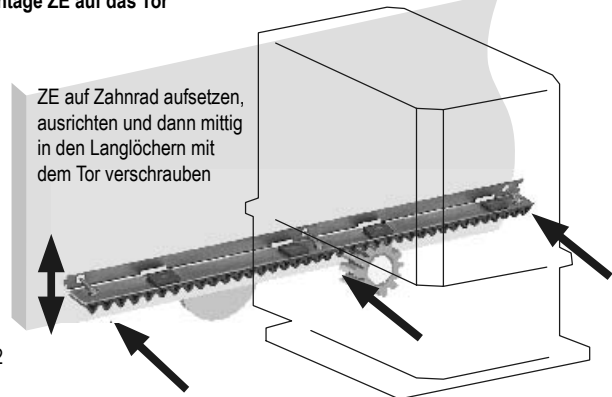
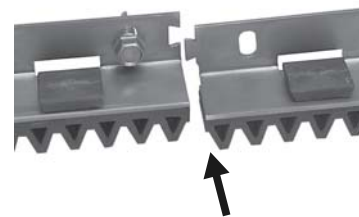

Abb. 2
Abb. 3
- Dann das 1. ZE auf das Zahnrad des Antriebes aufsetzen und parallel zur unteren Tor-kante ausrichten (ev. mit Schraubzwinde fixieren). Ist das ZE ausgerichtet, so wird es mit dem Tor derart verschraubt, dass die Schrauben ca. mittig in den Längs-schlitz-en sitzen, um ein nachträgliches Justieren zu ermöglichen. (Abb. 2)
- Anschließend das nächste ZE an dem bereits am Tor fixierten ZE verbinden. (Abb. 3)
Für die Montage weiterer ZE Tor um jeweils eine Position verschieben, das neue ZE mit dem bereits montierten ZE verbinden (Abb. 3) und danach am Tor verschrauben (Abb. 2)